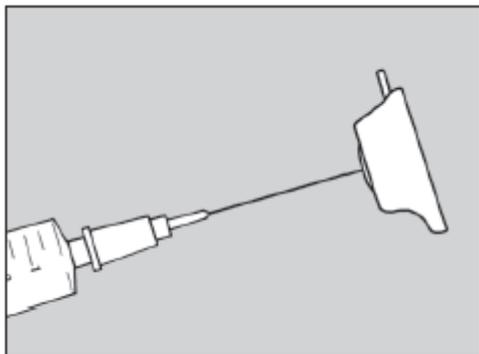

Fig. 3
- Recomenda-se a utilização de NaCl 0,9% (com ou sem heparina, de acordo com os protocolos locais) para limpar e fechar o cateter e o porte durante a implantação (ver Fig. 3).